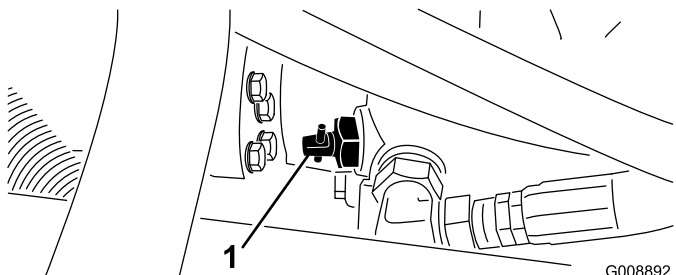

Figura 45
1. Girate la valvola di bypass, sulla pompa (Figura 45) a 90°.